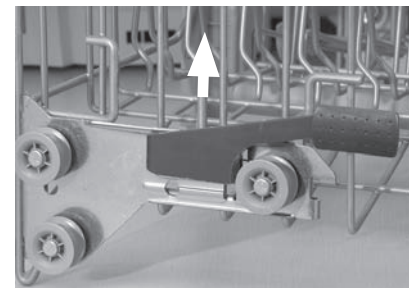

Figure 5
2. Presser les poignées à hauteur réglable vers l'intérieur, figure 5, et laisser le panier tomber.